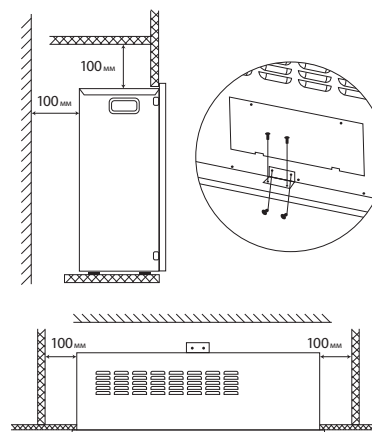

Рис. 2.
- После установки в нишу очаг необходимо закрепить на подставке с помощью прилагаемого углового кронштейна и винтов (см. рис.2)